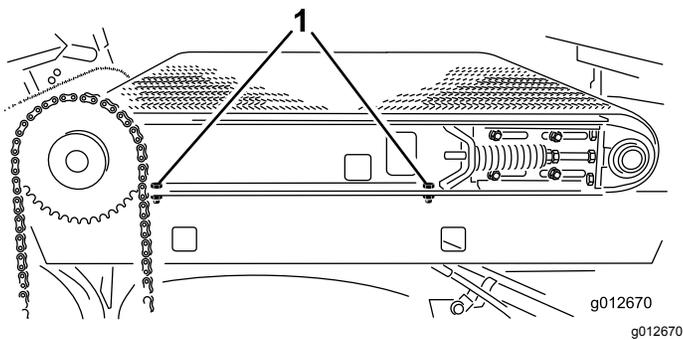

图27
4. 在机器右侧拧松将滑行机架轨道固定至右挡泥板上的2个平头螺丝图27。确保平头螺丝的松度足以让滑行滚道倾斜。